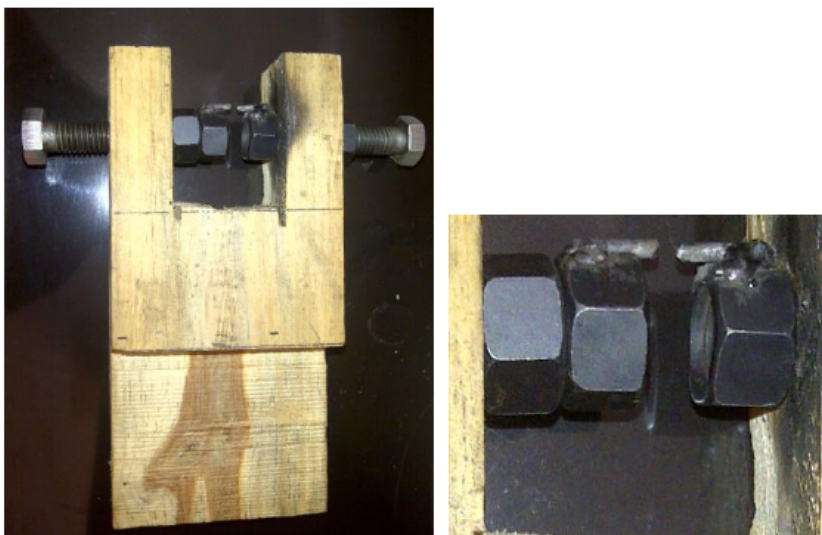

Figura 2: Montaje para romper el dieléctrico.
1. Utilizando dos pernos y cinco tuercas arme un montaje similar al de la figura 2.